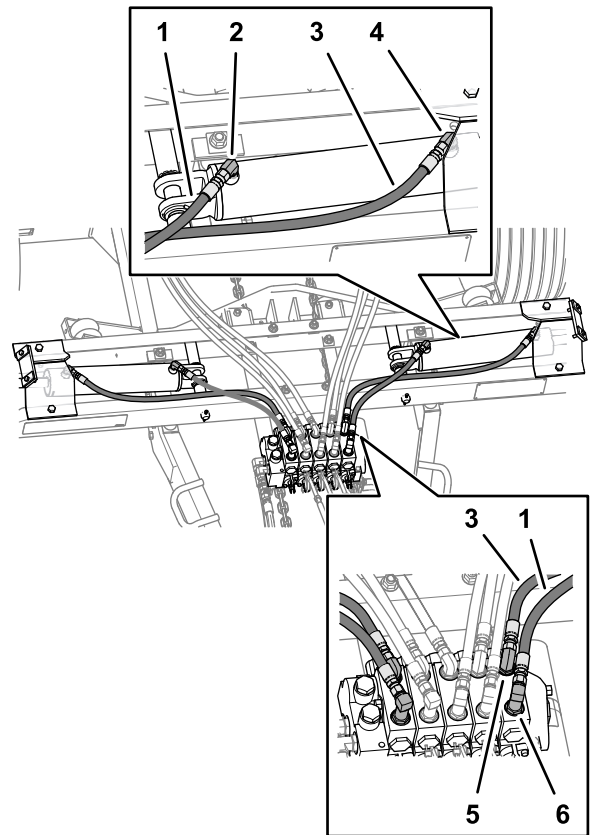

Figure 18
2. Installez le flexible court entre le raccord à 90° long de la vanne de commande et le raccord à 90° dans l'orifice de rétraction du vérin de levage (Figure 18).